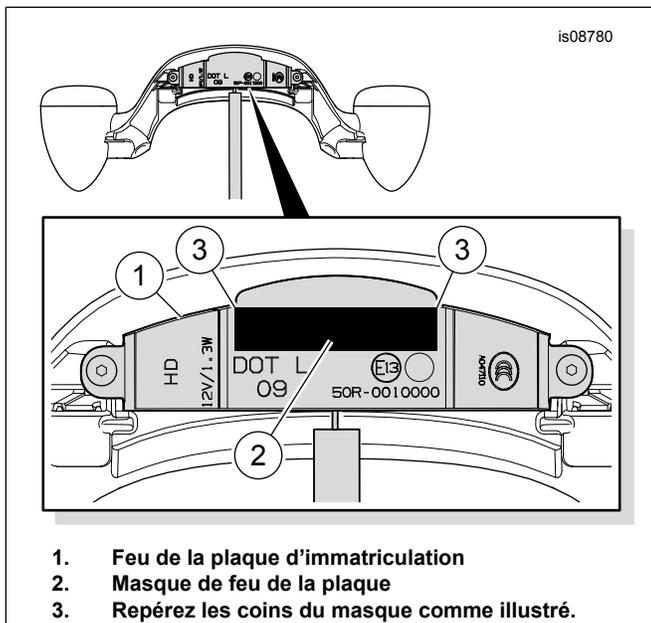

Figure 1. Installation du masque de feu de la plaque
6. Nettoyez la surface du feu (B) de la plaque d'immatriculation d'origine avec un mélange 50/50 d'alcool isopropylique et d'eau. Laissez sécher complètement.
7. Dans le kit, prenez le masque de feu (5) de la plaque.
8. Retirez l'endos adhésif du masque. Consultez Figure 1 . Installez le masque (2) sur le feu (1) de la plaque d'immatriculation, comme illustré.